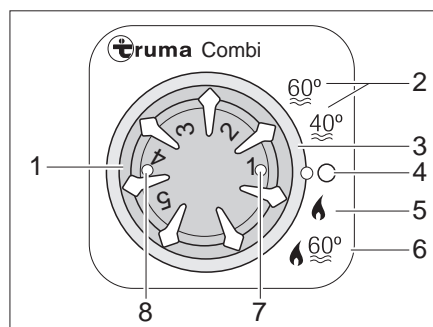

Bild 215 Bedieneinheit für Heizung/Boiler
Betriebsart wählen: ■ Betriebsart mit dem Drehschalter (Bild 215,3) einstellen.
Winterbetrieb Die Heizung wählt nach eingestellter Heizstufe selbstständig die benötigte Brennerstufe. Bei Betriebsart "Heizung und Boiler" (Bild 215,6) wird auch das Wasser im Boiler erhitzt. Die Heizung kann in der Betriebsart "Heizung ohne Boiler" (Bild 215,5) mit leerem Boiler betrieben werden.
- Temperaturdrehknopf (Bild 215,1) an der Bedieneinheit auf gewünschte Heizstufe stellen.
- Drehschalter (Bild 215,3) auf Winterbetrieb "Heizung ohne Boiler" (Bild 215,5) oder auf Winterbetrieb "Heizung und Boiler" (Bild 215,6) stellen.
Grüne Kontroll-Leuchte (Bild 215,7) leuchtet.
- Drehschalter (Bild 215,3) auf "O" (Bild 215,4) stellen.